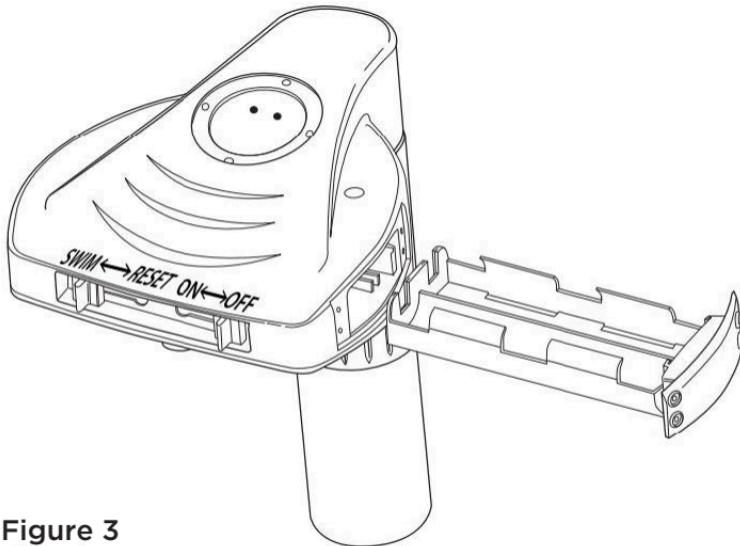

Figure 3
**ÉTAPE 4 :** Pour installer/remplacer les piles, retirez les quatre vis du couvercle des piles. Reportez-vous à la **Figure 3**. Ne perdez pas les vis. Lorsque les 6 piles alcalines D de longue durée de 1,5 V sont installées, l'alarme émet deux bips sonores. Ensuite, mettez l'interrupteur avant en mode SWIM. L'alarme émet un long signal sonore pour indiquer qu'elle est en mode SWIM. La LED BLANCHE clignote sur le dessus de l'alarme toutes les 20 secondes pour indiquer que l'alarme est en marche, et qu'elle peut être manipulée pendant 3 minutes sans que la sirène ne se déclenche.